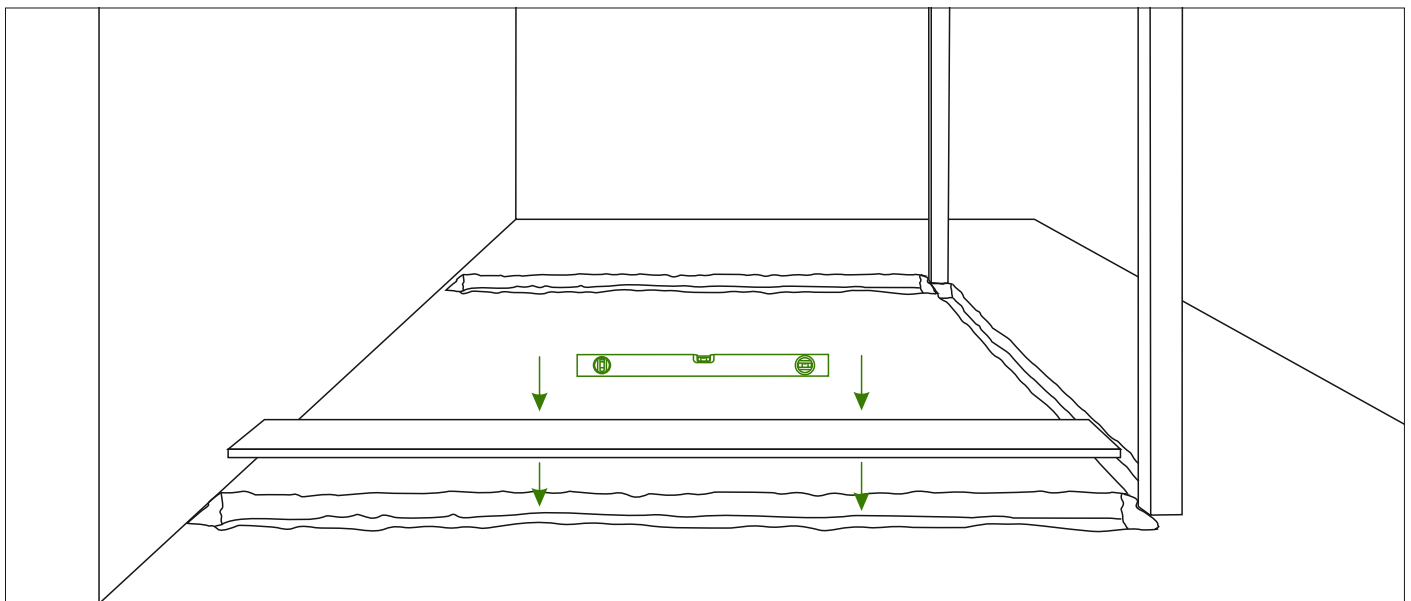

Abb. 2
3. Für das Tragprofil wird ca. ein 30 cm Breite Vertiefung gebraucht, die Tiefe der Vertiefung muss der Höhe des Profils entsprechen. Achten Sie darauf, dass das Tragprofil auf Beton oder Betonplatten positioniert wird. Kontrollieren Sie mit der Wasserwaage ob der vorbereitete Untergrund waagrecht ist. Siehe Abb. 2.